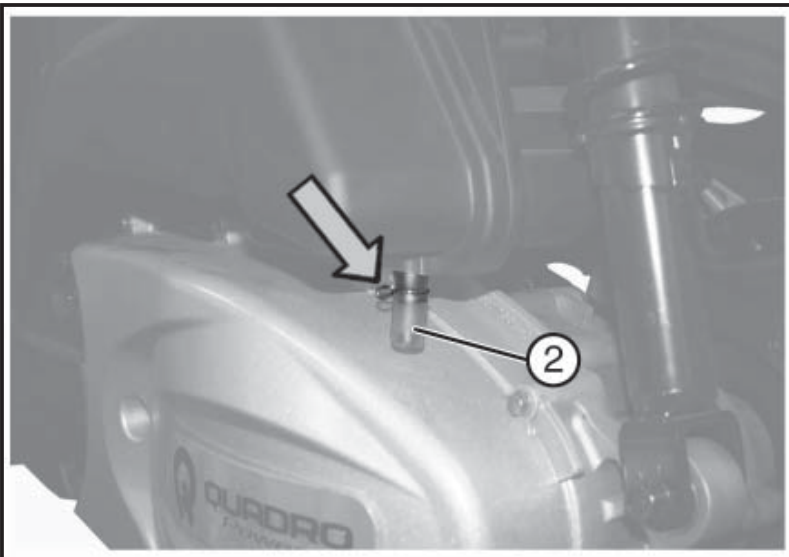

Fig. 02
6.7 RECUPERACIÓN DE VAPORES DE ACEITE (Fig. 02)